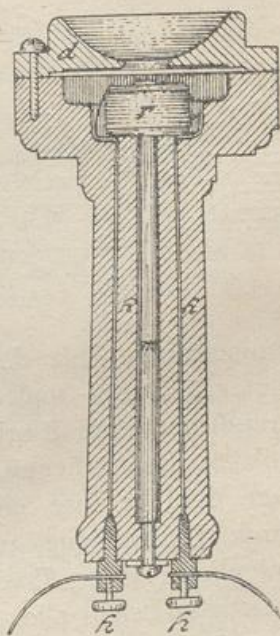

Abb. 696.
12. Das Telephon. Nach der in Ziff. 11 besprochenen allgemeinen Grundlage ist das gewöhnliche Telephon eingerichtet. Abb. 696 stellt ein Telephon im Durchschnitt dar. m ist der Magnet (Stabmagnet); er ist an dem einen Ende (Pol) mit einer Drahtspule r umgeben; er befindet sich in einem Gehäuse k aus Holz oder Hartgummi. Die Drahtenden der Spule führen durch die Wand des Gehäuses zu den Klemmen h , von welchen die beiden Leitungsdrähte zu dem anderen Telephon ausgehen. Dicht über dem Polende des Magneten befindet sich die dünne Eisenplatte, die in ihrer Lage rings am Rande durch den aufgeschraubten Deckel d gehalten wird. In der Mitte des Deckels ist die trichterförmig sich erweiternde Schallöffnung zum Sprechen oder Hören. Solche Telephone werden zum Sprechen jetzt höchstens noch bei Haustelephonen gebraucht; zum Fernsprechen dagegen dient als Sprecher